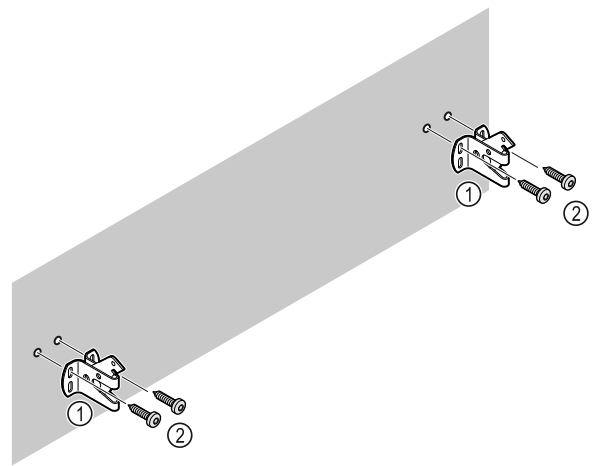

Fig. 11
Utilizzare il materiale di fissaggio adatto (ad es. tasselli) e punti di fissaggio sufficienti, in funzione del tipo di parete (legno, calcestruzzo) Fig. 11 (2).
- ▶ Fissare i ganci. Fig. 11 (1)